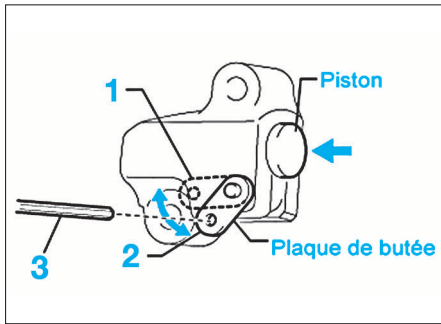

FIG. 20
- Pige de verrouillage du tendeur de chaîne de distribution (ref. Toyota : 09240-00020), Ø 2 mm (fig. 20).
- Déplacer la plaque de butée vers le haut (position (1)) afin de rentrer le piston à l'intérieur du tendeur (fig. 20).